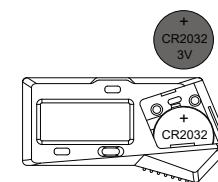

Abb. 2
- Legen Sie die CR2032-Batterie in das Batteriefach ein, wobei die positive Seite der Batterie (+) nach oben zeigen sollte (Abb. 2).